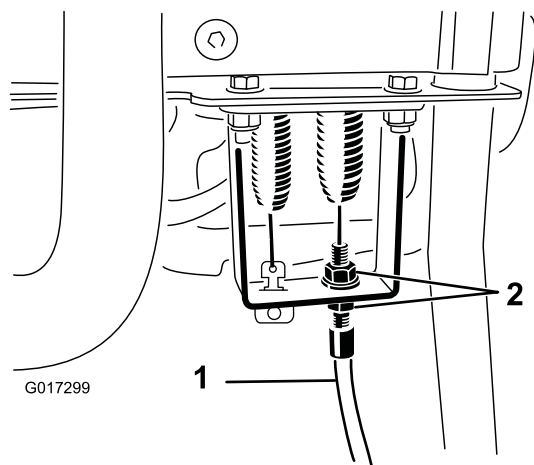

Figura 50
4. Sulla paratia della maniglia di comando, allentate il cavo di comando del cilindro in modo da creare un imbando (Figura 50).